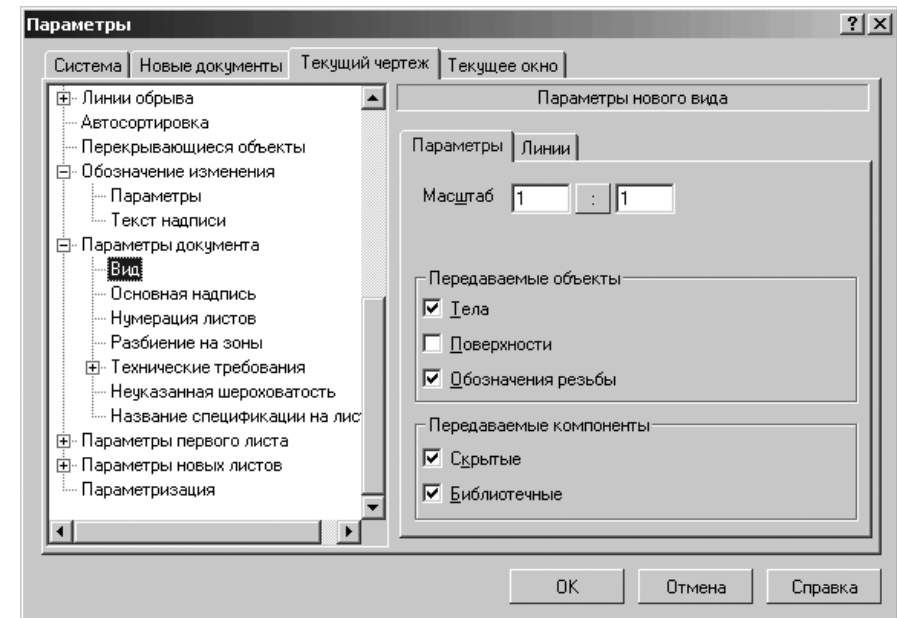

Рис. 10.78. Диалоговое окно **Параметры** с открытой вкладкой **Новые документы (Текущий чертеж)** и панелью **Параметры нового вида** с открытой вкладкой **Параметры**
- щелкните в списке настраиваемых элементов **Параметры документа** по пункту **Вид**. В правой части появится панель **Параметры нового вида**, показанная на рис. 10.78;